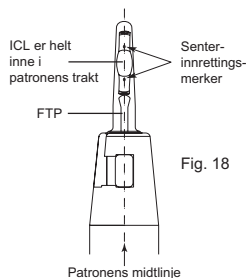

Fig. 18
3. Inspiser linsens orientering under operasjonsmikroskopet. Patronens gjennomsiktige trakt gjør det mulig å identifisere midtmerkene på hver side av linsens optikk. Disse merkene skal være synlige i kl. 12-posisjonen og være innrettet rett ned patronens skaft. (Hvis den ikke er innrettet eller orientert riktig, kan ICL-en eller TICL-en være vridd og skal injiseres i patronbrettet og innlastingsprosessen gjentas.) (Fig. 18)